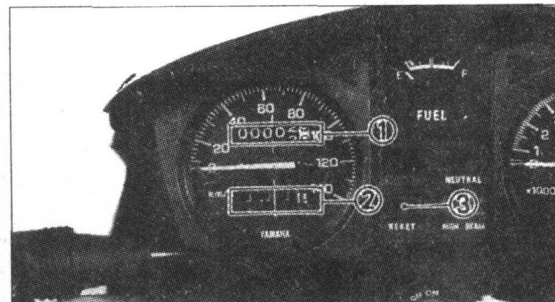

图 1-9
6. 里程表见图 1-9。①为总里程表, ②为短距离里程表, ③为复位开关。